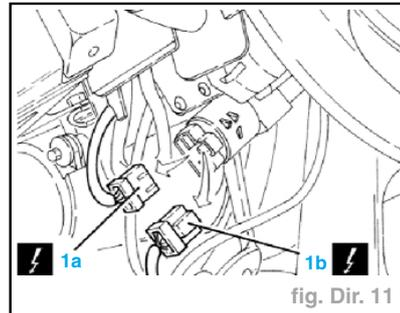

fig. Dir. 11
- Débrancher les connexions électriques (1a) et (1b) du bloc porte-contacts du contacteur de démarrage (fig. Dir. 11).